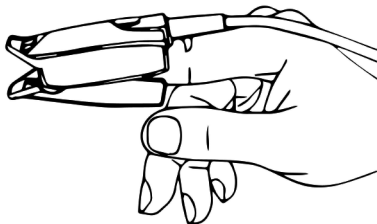

Figura 3.1 Dimostrazione della sonda SpO₂
3. Inserire un dito (l'indice è preferibile, l'unghia non deve essere troppo lunga) nella clip della sonda in corrispondenza con il segno del dito, come mostrato nella figura 3.1.